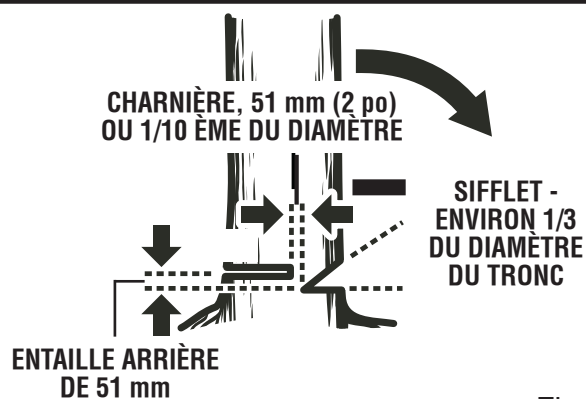

Fig. 14
- **Entaille de dessous.** Pratiquer une entaille d'environ le tiers du diamètre du tronc, perpendiculairement à la ligne de chute. Veiller à ce que les entailles du sifflet se rejoignent à angle droit par rapport à la ligne de chute. Le sifflet doit être taillé de façon à présenter une ligne droite. Pour empêcher le pincement de la scie sous le poids du bois, toujours effectuer l'entaille inférieure en premier. Voir la figure 14.
- **Entaille d'abattage.** L'entaille d'abattage doit toujours être de niveau et horizontale et effectuée à au moins 51 mm (2 po) au-dessus de l'entaille horizontale du sifflet. Voir les figures 14 et 15.
- Ne jamais couper jusqu'au sifflet. Toujours laisser une épaisseur de bois d'environ 51 mm (2 po) ou 1/10ème du diamètre du tronc entre l'entaille d'abattage et le sifflet. Ceci s'appelle une « charnière ». Cette charnière contrôle la chute de l'arbre et empêche le tronc de glisse, de pivoter ou de basculer sur la souche. Voir les figures 14 et 15.